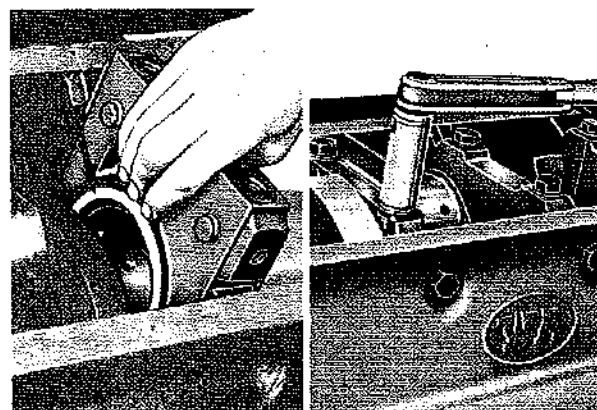

Fig. 26
- Posizionare con grasso, sul supporto centrale, i semianelli inferiori di spallamento (Fig. 26).